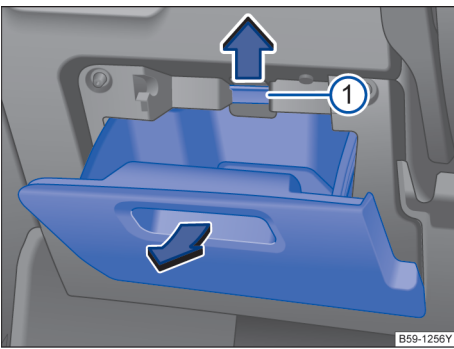

图 206 在驾驶员侧仪表板上：保险丝盒盖板
- 打开驾驶员侧储物盒→ 图 206。
- 沿箭头方向向上按压定位凸缘 ①，同时将储物箱进一步打开并取下，直至可够到保险丝座。